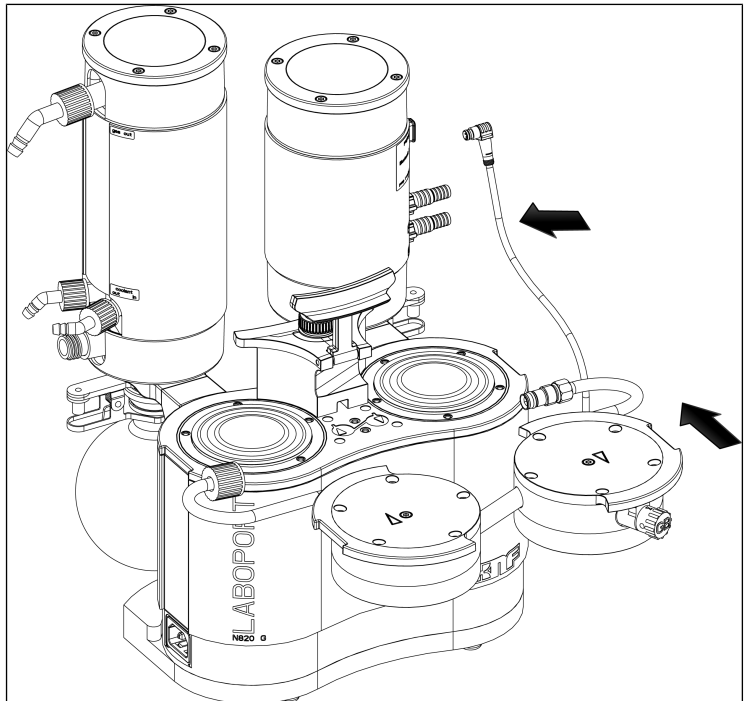

Abb.29: Pumpenkopf montieren
1. Bringen Sie die Membranen (7) in Mittelstellung.
2. Drücken Sie den Rand beider Membranen (7) rundum an.
3. Setzen Sie den Kopfdeckel (3) entsprechend des Passstiftes (5) auf die Zwischenplatte (6).
4. Setzen Sie die Druckplatte (2) entsprechend des Bleistiftstrichs auf den Kopfdeckel (3).
5. Ziehen Sie die innenliegende Kopfschraube (1) in der Mitte der Druckplatte fest (Anziehmoment: 1 Nm).
7. Setzen Sie die beiden Pumpenköpfe (bestehend aus Kopfdeckel (3), Zwischenplatte (6) mit Ventilplatten/Dichtungen (4) und Druckplatte (2)) zusammen mit dem Verschaltungsrohr entsprechend dem Bleistiftstrich auf das Pumpengehäuse (siehe Abb. 29).
- i** Achten Sie dabei darauf, dass die Schlauchverbindung (11) gerade in den Abscheideranschluss eingeführt wird.
8. Schrauben Sie die Überwurfschraube der Schlauchverbindung (11) 1-2 Umdrehungen von Hand ein.